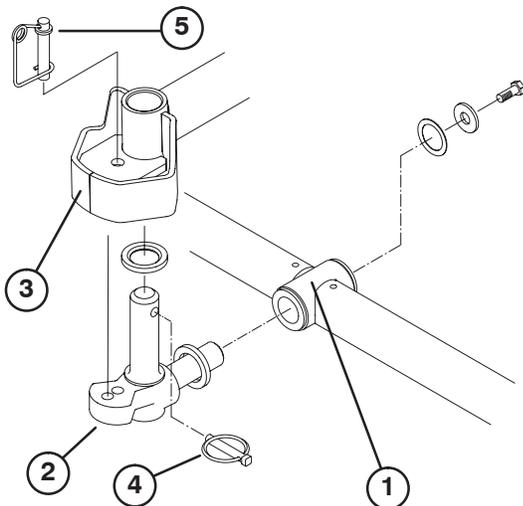

**Figure 3**
3. Lubrifiez et montez un grand joint torique dans la rainure du boîtier de roulement à chaque extrémité du plateau de coupe (Fig. 3 & 6).
4. Fixez un contrepoids sur l'extrémité appropriée de chaque plateau de coupe au moyen des vis fournies (Fig. 3).